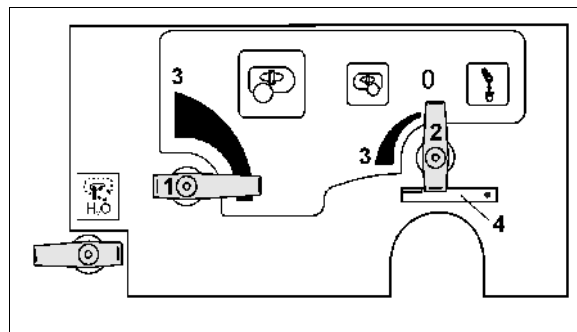

Bild 44
- huvud-omrörningen med inställningskran (Bild 44/1).
- sekundär- omrörningen med inställningskran (Bild 44/2).
Då respektive inställningskran står i 0-position är omrörningen urkopplad. Kraftigast omrörningseffekt erhålles i pos (Bild 44/3).
Låsning för avtappningsfunktion för tryckfiltret (Bild 44/4).